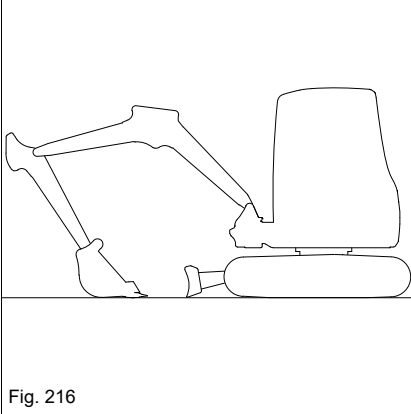

Fig. 216
- ▶ Arrêter la machine comme indiqué dans la Fig. 216.